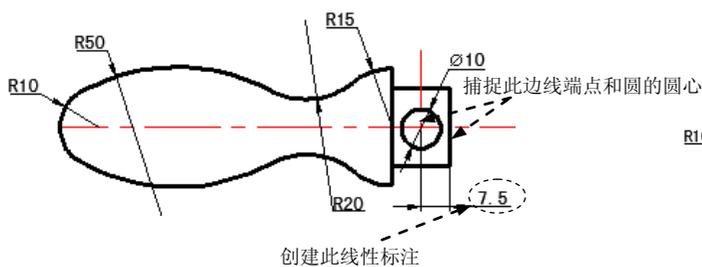

图 17.4.19 创建第一个线性标注
(1) 创建图 17.4.19 所示的第一个线性标注。选择下拉菜单 **标注(N)** → **线性(L)** 命令，捕捉图 17.4.19 所示的边线的端点并单击，捕捉图 17.4.19 所示的圆心并单击，在绘图区的空白区域单击一点以确定尺寸放置的位置。